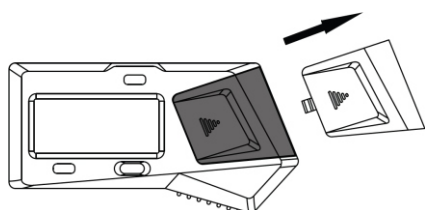

Abb. 1
- » Entfernen Sie die Batteriefachabdeckung (Abb. 1).